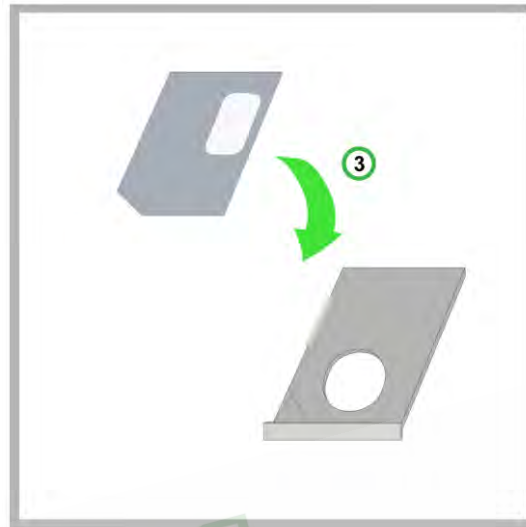

Рис. 3.2 Помещение SIM-карты в лоток
3. Поместите SIM-карту в извлеченный лоток (см. рис. 3.2).